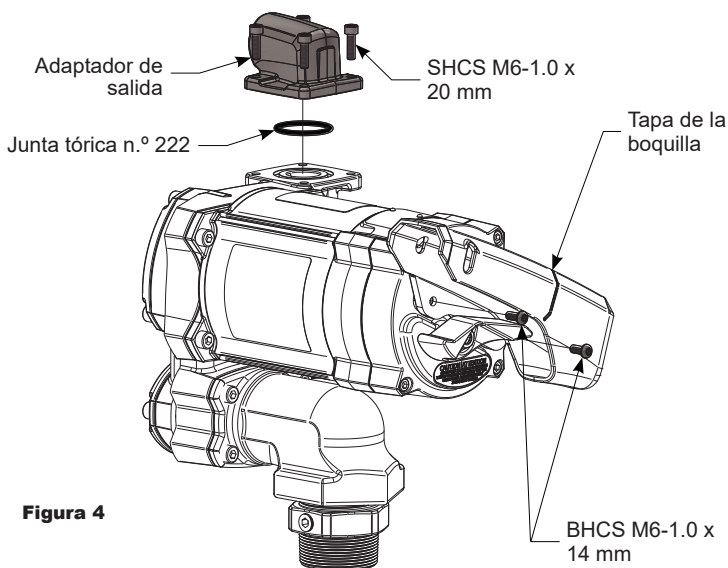

Figura 4
Con una llave hexagonal de 4 mm, instale la tapa de la boquilla con (2) tornillos Allen de cabeza redonda (BHCS) M6-1.0 x 14 mm en el orificio inferior (vea la figura 4).
3. Con una llave hexagonal de 5 mm, instale los (4) tornillos Allen de cabeza hueca (SHCS) M6-1.0 x 20 mm en el adaptador de salida, en la dirección deseada, en el puerto de salida (vea la figura 4).